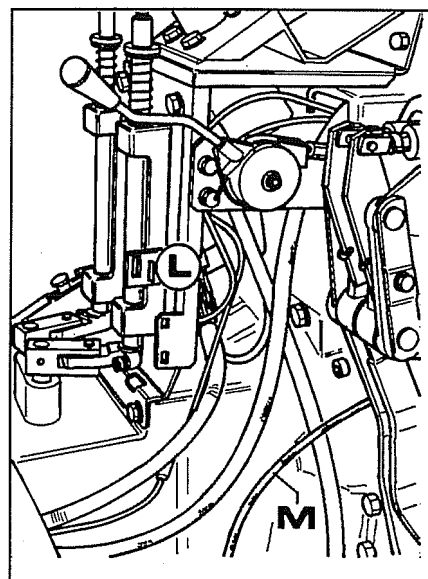

Fig. 10
6. Retirar o suporte **L** fig. 10 dos comandos velocidades e desligar o cabo **M** comando acelerador de pedal, operando por baixo do estrado.